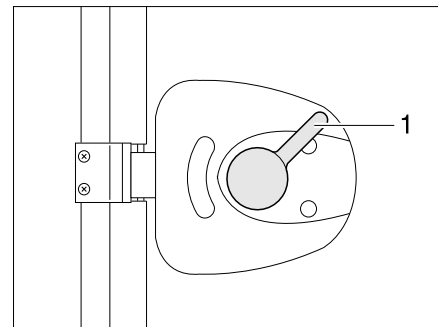

Bild 23 Türschloss Eingangstür, innen, verriegelt
- Den Türgriff (Bild 23,1) ca. 45° nach oben drücken und in dieser Stellung stehen lassen.